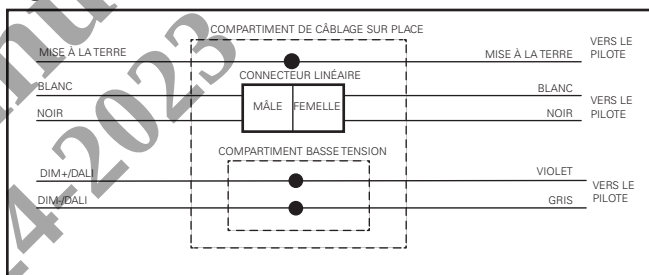

Figure 9.
4. Alimentation de 120 V ou 277 V: Connectez le fil blanc au fil blanc, le fil noir au fil noir et le fil vert (de l'alimentation électrique) au fil de cuivre dénudé de la boîte de jonction. Le raccord linéaire comporte des repères pour les fils blanc (commun) et noir (chargé) (Figure 9). Si l'on doit changer de luminaire à partir d'un interrupteur mural, reliez le fil d'alimentation électrique noir à l'interrupteur.
- b. Pour une variation de 0 à 10 V, utilisez le fil violet pour DIM+ et le fil gris pour DIM- dans le compartiment basse tension (Figure 9).
- c. Pour une variation DALI, utilisez les fils violet et gris, peu importe le code des couleurs (Figure 9.).